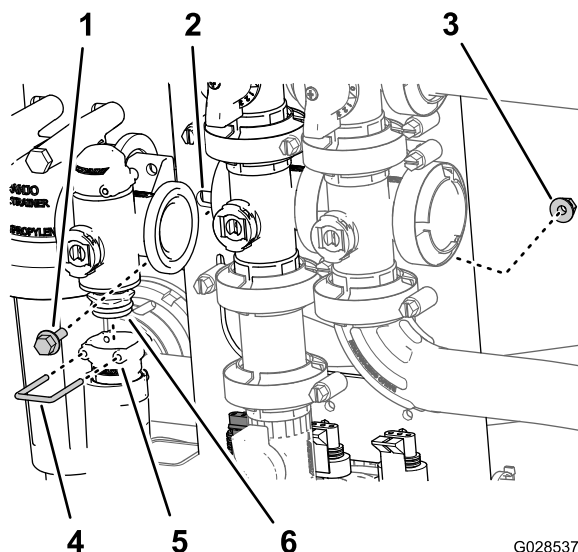

Bild 89
- Entfernen Sie den Halter, mit dem das Auslaufanschlussstück am Verteiler für das Dosierungsregelventil befestigt ist (Bild 89).
- Entfernen Sie die zwei Sicherungsbundschrauben und zwei Sicherungsbundmutter, mit denen das Dosierungssteuerventil an der Ventilhalterung befestigt ist, und entfernen Sie den Ventilverteiler von der Maschine (Bild 89).